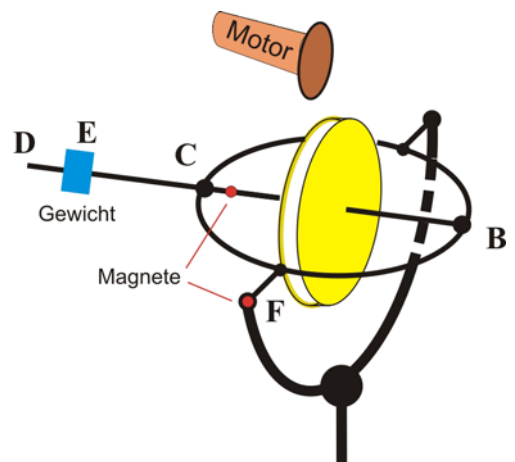

Abb. 7
1. Werfen Sie den Kreisel auf ca. 50 Hz an, und drücken Sie vorsichtig bei B (Abb. 7) mit dem Daumen von oben auf den Rahmen. Warum ändert sich die Drehrichtung der Präzession, wenn Sie bei C drücken? Benutzen Sie einen Magneten als Zusatzgewicht.
4. Nutationsfrequenz f_N mit der Induktionsspule bestimmen (Magnet F: Abb. 7).